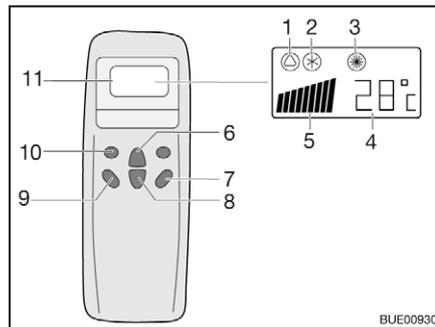
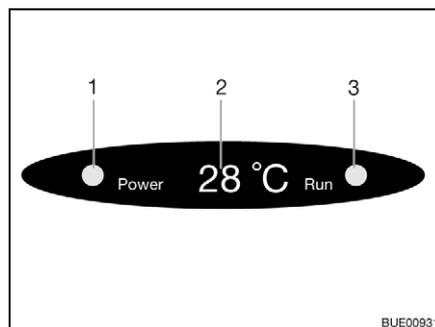

Fig. 122 Telecomando
Fig. 123 Display su diffusore
- Premere il tasto "ON/OFF" (Fig. 122,7).
- Premere il tasto "Mode" (Fig. 122,10) spesso, finché la modalità desiderata (Fig. 122,1, 2 o 3) viene visualizzata sul display. La spia di controllo relativa sul display sul diffusore (Fig. 123,3) si accende.
- Con i tasti di aumento della temperatura (Fig. 122,6) o di riduzione della temperatura (Fig. 122,8) regolare la temperatura desiderata.
- Con il tasto numero di giri ventola (Fig. 122,9) selezionare il livello desiderato per la ventola.